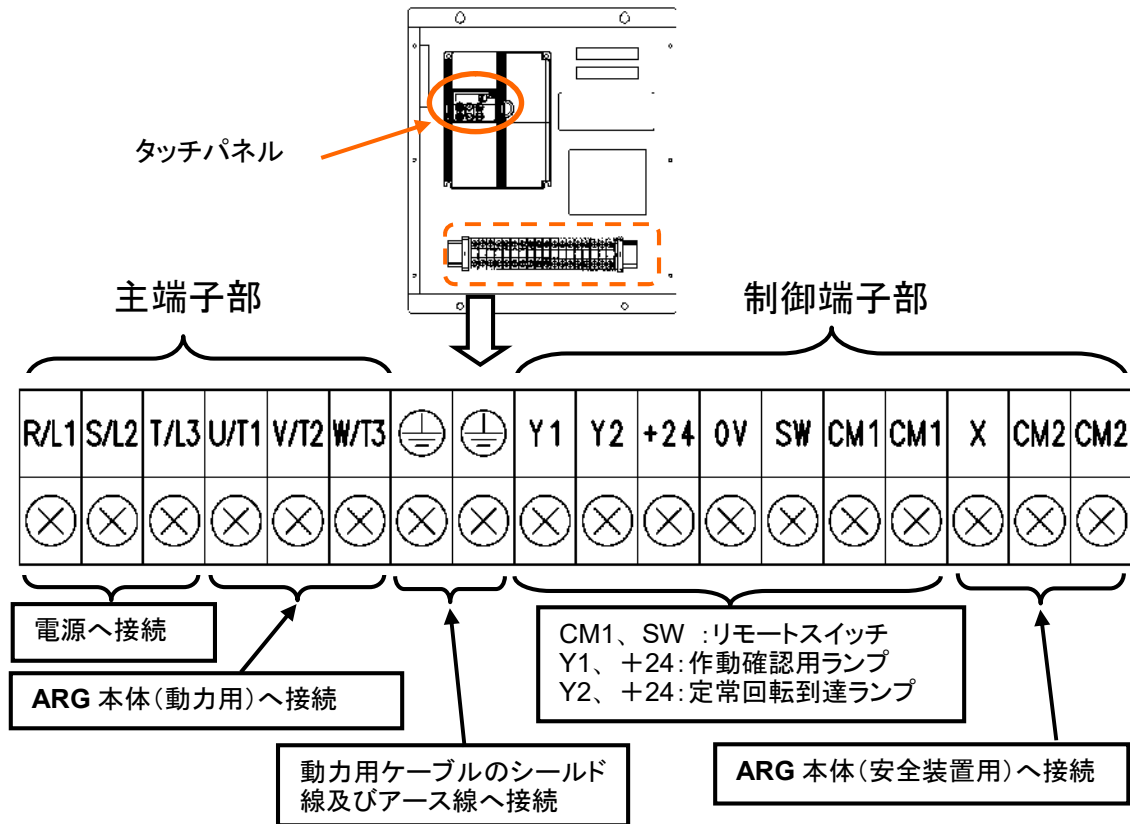

図 4-15 モータードライバの端子配列
接続端子の位置は、図 4-15 を参照して下さい。
③ 蓋を取り外すと図 4-15 のように、保護カバー付き端子台が配置されています。